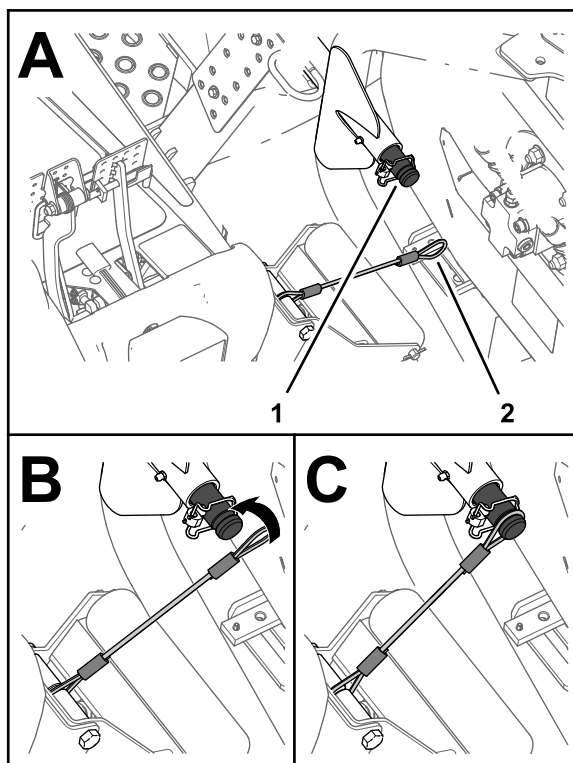

Bild 33
5. Fluchten Sie die Verbindungsleine zur Trägerwelle des Hubarms für das äußere Frontmähwerk aus (Bild 33).
6. Schieben Sie die Schleife der Verbindungsleine über die Trägerwelle, bis die Verbindungsleine fest in der Rinne der Welle sitzt (Bild 33).